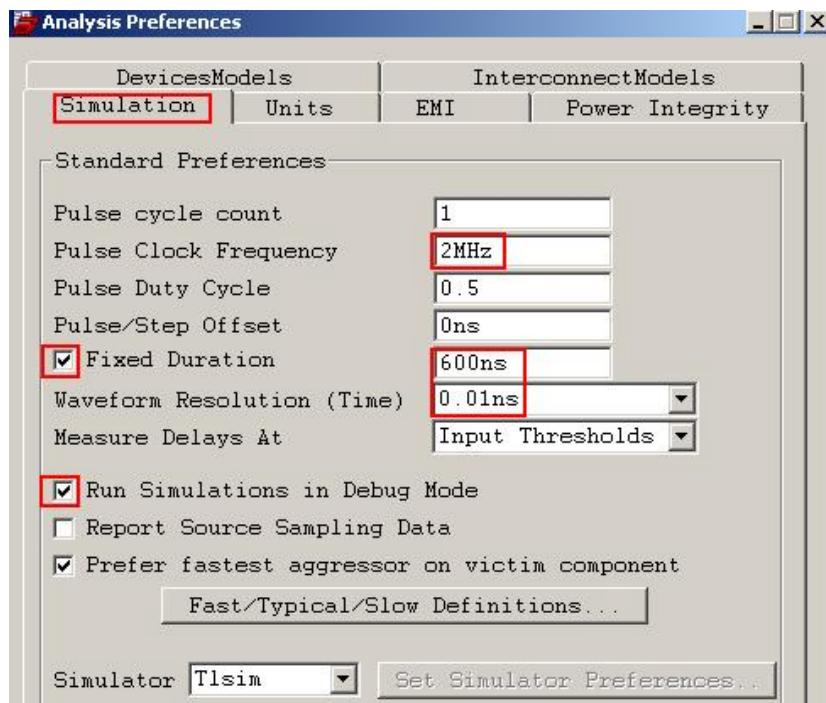

图 6-4 Analysis Preferences 窗口
4、选择 **Simulation** 标签，其设置参照下图 6-4：